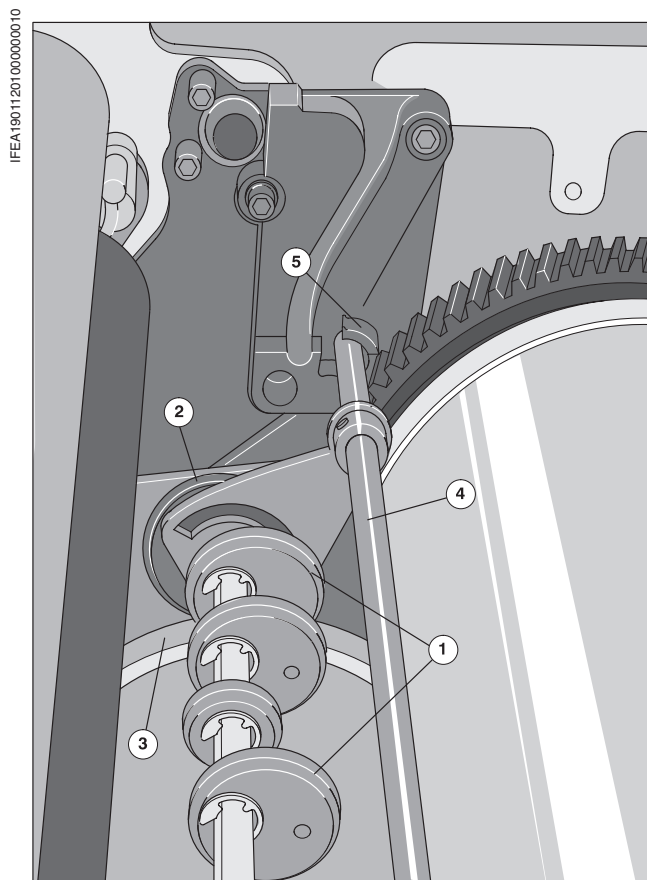

Рис. 10 Вставьте прижимные ролики, ПС 2
Если прижимные ролики (Рис. 10/❶) при установке обращены к красочно-му аппарату, можно повернуть опорные кольца (Рис. 10/❷) на контактных кольцах (Рис. 10/❸); установка будет облегчена.
- ❸ С легким усилием вдавите траверсу на стороне обслуживания в направлении приемки в опору (Рис. 10/❷), пока не почувствуете, что траверса защелкнулась.
- ❹ Закройте защитные ограждения.